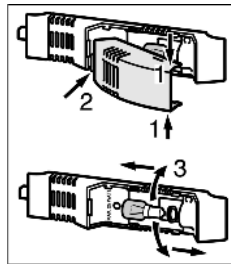

Fig. 18
- ▶ A lámpa borítóját *Fig. 18 (1)* fogja meg fent és lent.
- ▶ A lámpa borítóját hátul pattintsa ki és akassza le *Fig. 18 (2)*.
- ▶ Cserélje ki a lámpát *Fig. 18 (3)*.